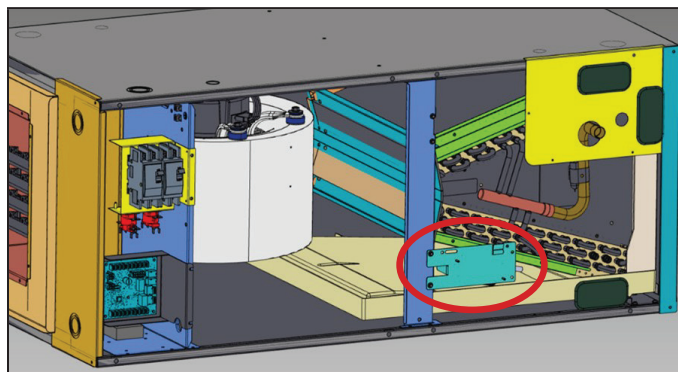

FIGURA 11
- 3 - Después de volver a colocar el conjunto del serpentín y el soporte central en la unidad y quitar los paneles de la unidad de manejo de aire, instale el conjunto del soporte del sensor en el soporte central alineando los orificios, como se muestra en la FIGURA 11.